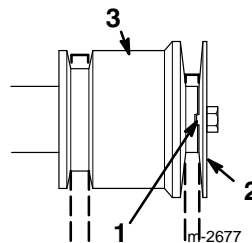

**Abbildung 28**
Wenn der Radantriebsriemen (Abb. 28) abgenutzt, ölgetränkt oder sonstwie beschädigt ist, muß er ausgetauscht werden. Neue Riemen sind beim Vertragshändler erhältlich.
5. Zwei Schrauben, zwei Unterlegscheiben und zwei Sicherungsscheiben entfernen, mit denen die Riemenführung befestigt ist (Abb. 28).
6. Motorkurbelwellenschraube, Sicherungsscheibe und Unterlegscheibe entfernen (Abb. 28).
7. Die Motorscheibe lösen und entfernen (Abb. 28).
9. Die mittlere Motorrolle entfernen (Abb. 28).
10. Den Radantriebsriemen von der Radantriebsriemenscheibe und der Motorkurbelwelle entfernen (Abb. 28).
11. Die Radantriebsführungsrolle nach außen ziehen und den neuen Radantriebsriemen anbringen (Abb. 28).
13. Die Führungsrolle nach außen ziehen und den Antriebsriemen für Spindel/Gebläserad vorne um die Motorscheibe legen. Dabei darauf achten, daß sich der Riemen an der Innenseite von Führungsrolle und Riemenführung befindet (Abb. 28).
Wenn der Antriebsriemen für Spindel/Gebläserad (Abb. 28) abgenutzt, ölgetränkt oder sonstwie beschädigt ist, muß er ausgetauscht werden.
8. Den Antriebsriemen für Spindel/Gebläserad von der mittleren Motorscheibe und der großen Spindel-/Gebläseradscheibe abnehmen (Abb. 28).
9. Die Führungsrolle nach außen ziehen und den neuen Riemen über der großen Riemenscheibe der Spindel/des Gebläserads anbringen (Abb. 28).
10. Den Riemen vor die mittlere Motorscheibe legen. Dabei darauf achten, daß sich der Riemen an der Innenseite der Führungsrolle und der Riemenführung befindet (Abb. 28).